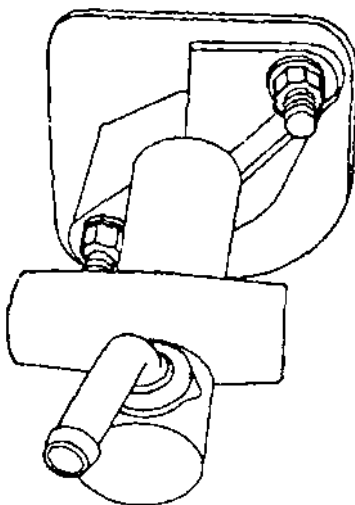

Рис. 4.1.15.
- Открутить гайки крепления, снять вместе с прокладкой в направлении моторного отсека главный цилиндр привода выключения сцепления (рис. 4.1.15).